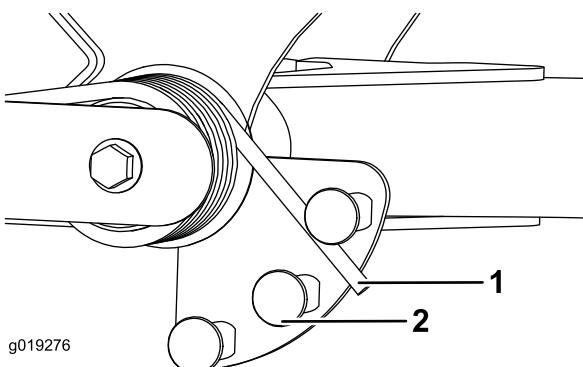

図 34
- スプリングの長い方の端部にチューブのようなものを取り付けて、スプリングアクチュエータの周囲に巻きつけるようにして希望位置にセットする 図 34。